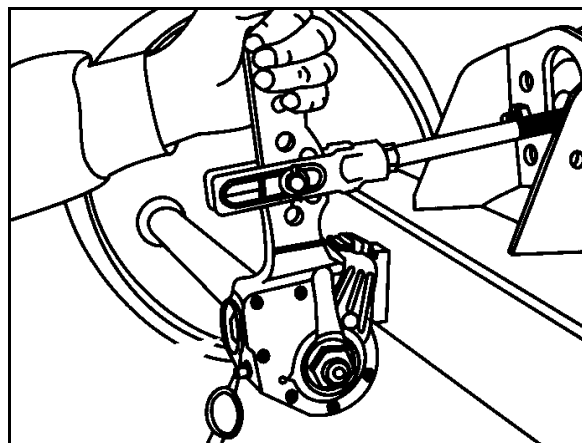

Fig. 92
Accionar manualmente el ajustador del varillaje en la dirección de presión (Fig. 92). Si la carrera en vacío de la barra de presión del cilindro de la membrana de carrera larga es de 35 mm máx., se deberá reajustar el freno de la rueda.
2. Girar el tornillo de ajuste (flecha) con la llave anular (Fig. 92) aprox. $\frac{3}{4}$ de vuelta en sentido antihorario. La carrera en vacío mínima debe ser de 50 mm, mientras que con la longitud de palanca, de 150 mm.